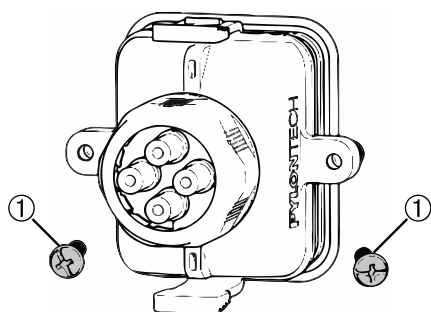

Fig. 2.9 - Viti coperchio
- svitare le due viti del coperchio di protezione (1, Fig. 2.9);
- riposizionare il coperchio di protezione e fissarlo al modulo di controllo con le apposite viti (1, Fig. 2.9).